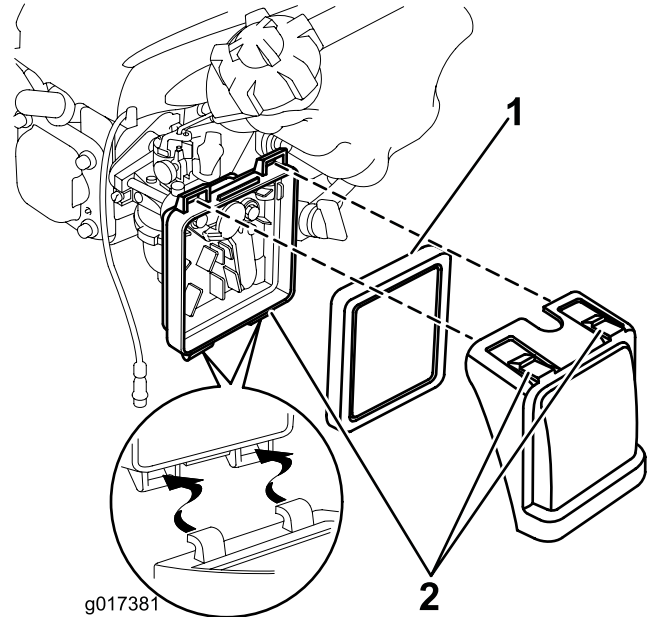

Bild 18
1. Drücken Sie die Verriegelungsnasen oben an der Luftfilterabdeckung nach unten (Bild 18).
2. Öffnen Sie die Abdeckung (Bild 18).
3. Entfernen Sie den Luftfilter (Bild 18).
6. Setzen Sie den Luftfilter in das Luftfiltergehäuse ein (Bild 18).
7. Setzen Sie die Abdeckung auf (Bild 18).